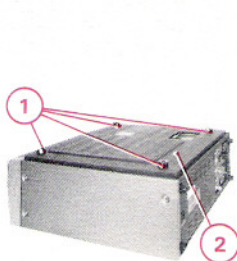

fig. 2
- Enlever les vis (1) et déposer le coffret inférieur (2) - Fig. 2.